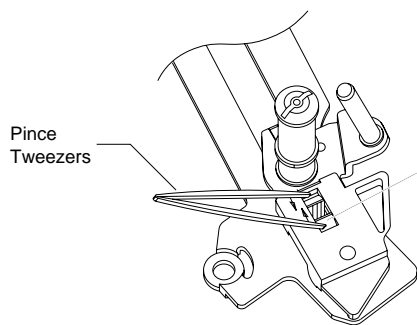

Fig. 19
- A l'aide d'une pince resserrer les deux corchets à clip et retirer le galet de renvoi du plateau (Fig. 19).
- A l'aide d'une pince resserrer les deux corchets à clip (Fig. 19) et retirer le galet de renvoi "A" du plateau "B" (Fig. 20).